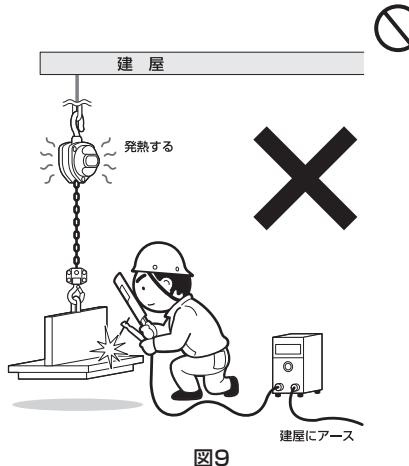

図9
- (22)宙づりした荷を電気溶接しないでください。図9
- (23)チェーンブロックに溶接機のアースを接続しないでください。
- (24)ロードチェーンに溶接用電極を絶対に接触させないでください。
- (25)チェーンブロックに溶接等による火花を付着させないでください。
- (26)本体やトロリをレールのストッパや構造物に衝突させないでください。
- (27)ロードチェーン、手鎖、つり荷を他の構造物などに引っ掛け操作・移動させないでください。
- (28)わずかな高さ・段差でも荷がガタンと落下するような衝撃荷重操作は絶対にしないでください。